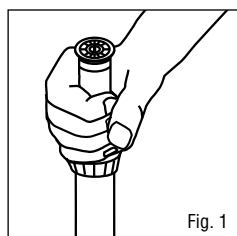

Fig. 1
2. Girar sólo el vástago (sin mover el cuerpo) (Fig.1), para alinear el extremo derecho de la tobera (mirando desde atrás) con el lado derecho del área a regar.